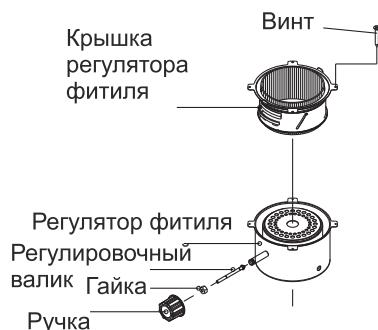

Рис. 3
- Извлечь валик регулировки фитиля с шестерней (Рис. 3).